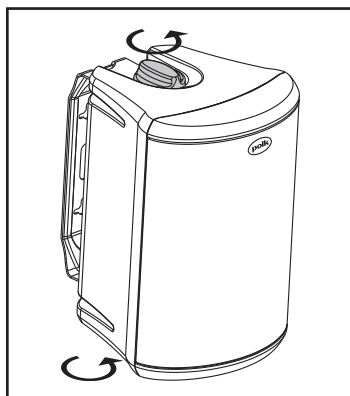

FIGURE 13
- 13) Once the speaker is mounted, the bracket knobs can be loosened to "aim" the speaker, and then hand-tightened to keep the speaker angled correctly [figure 13].
- 13) Une fois l'enceinte installée, les boutons du support peuvent être desserrés pour orienter l'enceinte puis resserrés à main pour garder l'enceinte correctement et solidement orientée (figure 13).
Attach and remove the speaker from the permanently secured bracket by tightening and loosening the bracket knobs [as shown in figure 13].
Ne laissez pas les têtes de vis dépasser. Montez ou dégagez l'enceinte en serrant ou desserrant les boutons du support (figure 13).